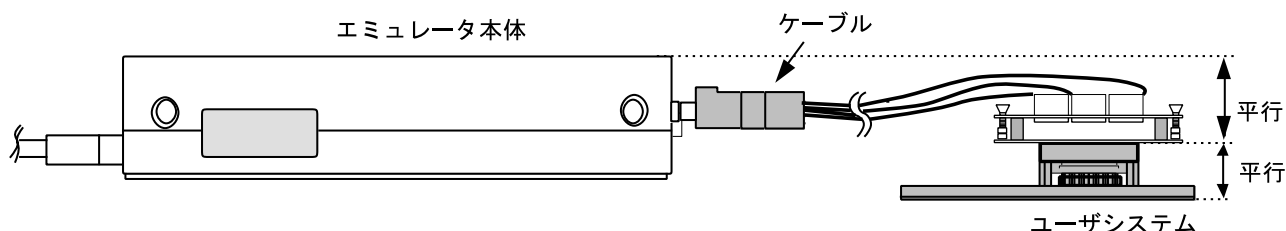

図10 設置例
- (1) ユーザシステムへの接続時には1ピン位置に十分注意して、誤接続は絶対にしないでください。
- (2) 本ユーザシステムインタフェースケーブルを使用する場合の推奨マウントパッド寸法は、MCU 実装用マウントパッド寸法とは異なりますので注意してください。
- (3) 本ユーザシステムインタフェースケーブルは、HS2612EPI61H エミュレータ専用ですので、他のエミュレータ本体には使用しないでください。
- (4) ケーブル本体部が断線する可能性がありますので、本ユーザシステムインタフェースケーブルの上に重いものや金属等の角の尖ったものを置かないでください。
- (5) ユーザシステムに接続した状態では、ユーザシステムインタフェースケーブル、特にケーブル先端部に無理な力が加わらないように注意する必要があります。図10の設置例を参照してご使用ください。